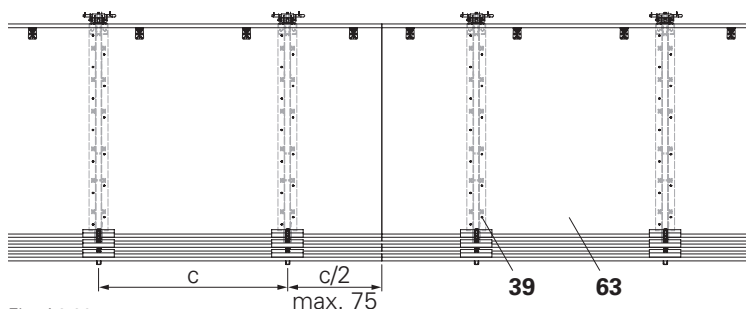

Fig. A6.03
- In caso di montaggio della piattaforma a pavimento è possibile usare come impalcato un solo pannello multistrato (sporgenza = $c/2$, max. 75 cm). (Fig. A6.03)